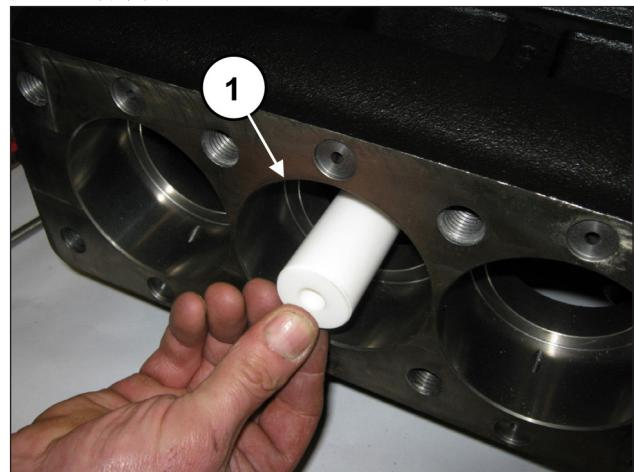
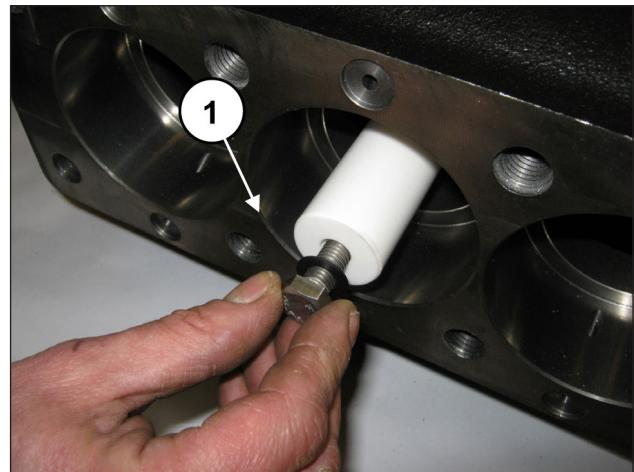

图 184
图 185
将柱塞安装在相应的导承上 (①, 图 184) 并如 ①, 图 185 所示固定。